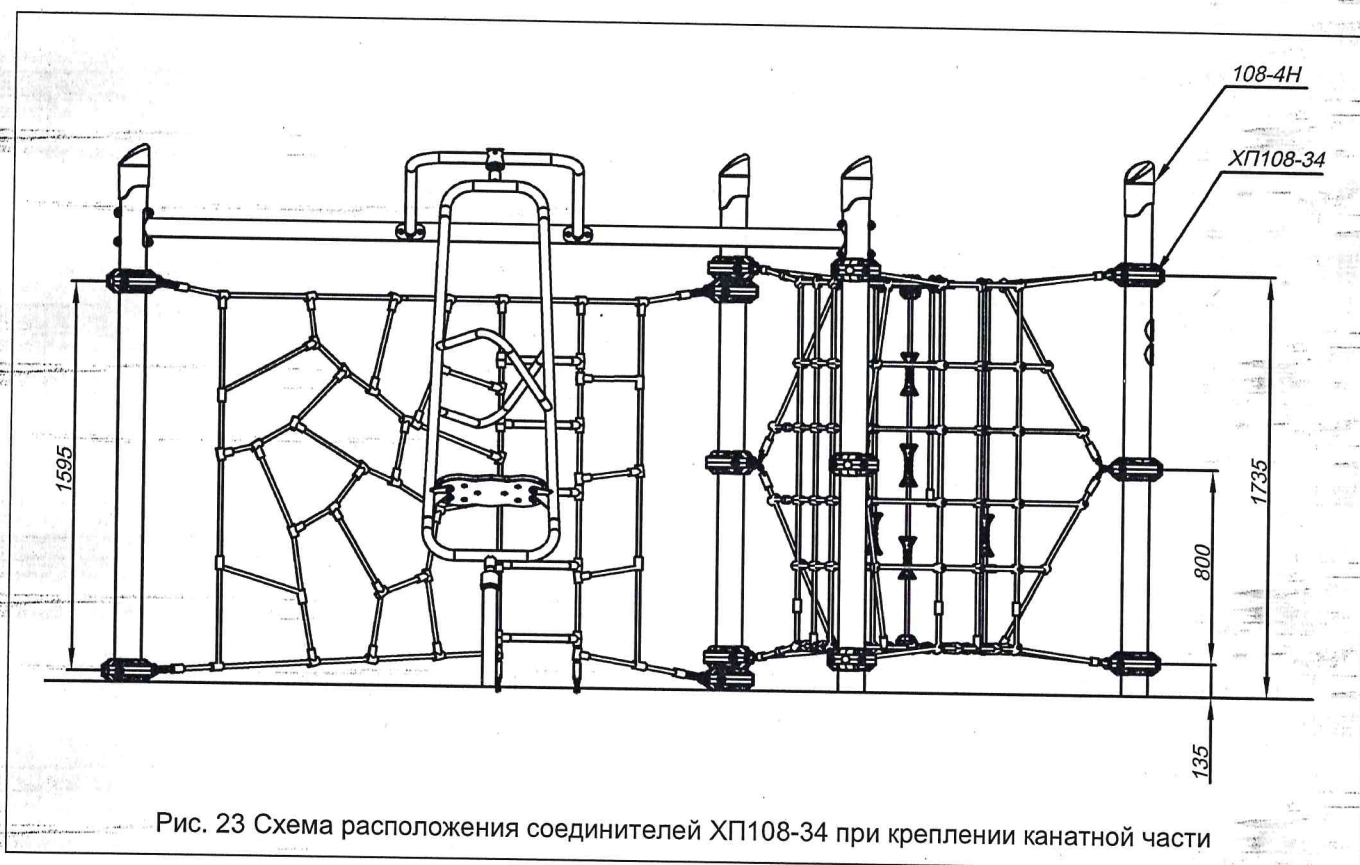

Рис. 23 Схема расположения соединителей ХП108-34 при креплении канатной части
6.25. Канатную часть закрепить на стойках с помощью соединителей ХП108-34, руководствуясь Рис. 23 и п.6.7.
6.26. Установить на стойки заглушки 108-4Н (Рис. 23).